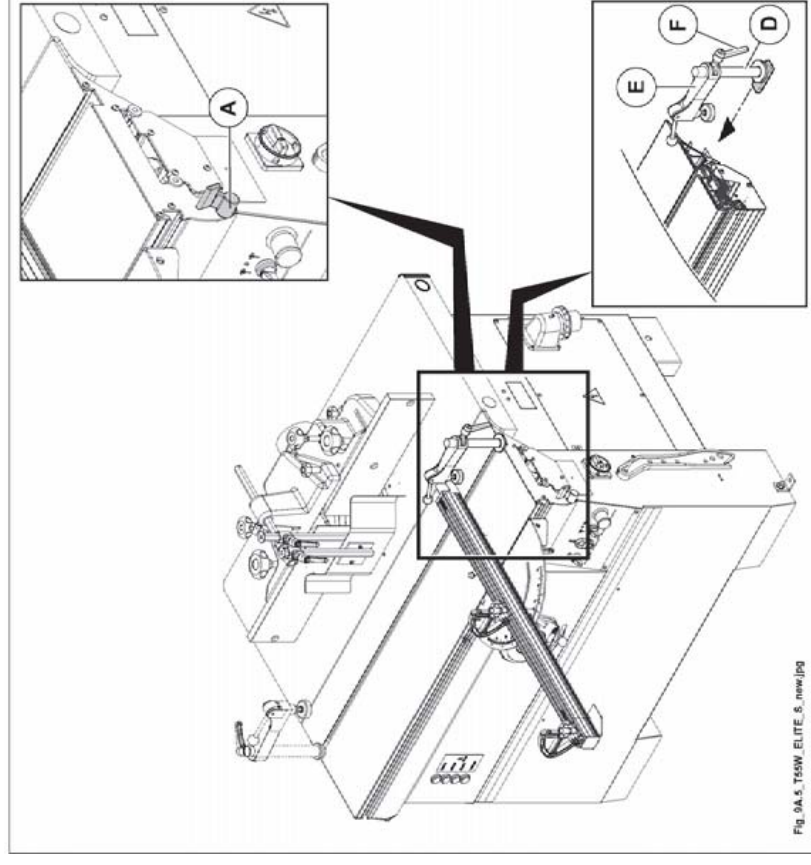

Abb. 9.5
Hebel (A Abb. 9.5) dient zum Blockieren / Lösen des Schiebetisches:
- der Hebel (A Abb. 9.5) dient zum Blockieren des Waggons in der Ruheposition (Waggon geschlossen) und in der Ladeposition des zu bearbeitenden Teils (Waggon am rechte Endanschlag).
- stelleiste des Bolzens (D Abb. 9.5) in die Nute des Schiebetisches einsetzen, Arm (E Abb. 9.5) an den Bolzen einbauen, Griff (F Abb. 9.5) festklemmen.